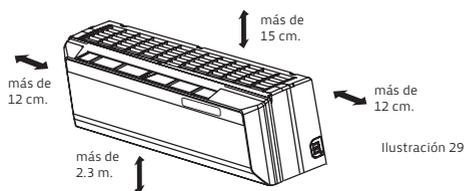

Ilustración 29
- La unidad interior debe ser instalada a una altura de más de 2,3 mts desde el suelo y una separación mínima de 15 cm. desde el techo (ilustración 29). Esto es válido para ambientes de no más de 3 mts. Para ambientes de más de 3 mts. de altura se recomienda instalar la unidad a una altura de no más de 2,8 mts. del suelo.